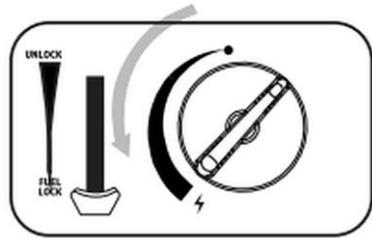

Fig. 9
1. A continuación, gire la muletilla (17) completamente a la izquierda en posición de encendido (18) y manténgala en esta posición durante unos segundos hasta que el encendido haga clic. (Fig. 9).